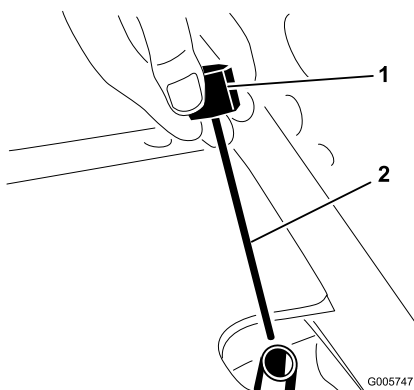

Figure 30
2. Dévissez le bouchon-jauge (Figure 30) du goulot de remplissage et essuyez la jauge sur un chiffon propre. Vissez le bouchon-jauge à la main dans le goulot de remplissage. Sortez de nouveau la jauge et vérifiez le niveau d'huile. Si le niveau est à plus de 13 mm de la rainure de la jauge (Figure 30), ajoutez suffisamment d'huile pour atteindre la rainure. Le niveau ne doit pas dépasser la rainure de plus de 13 mm.